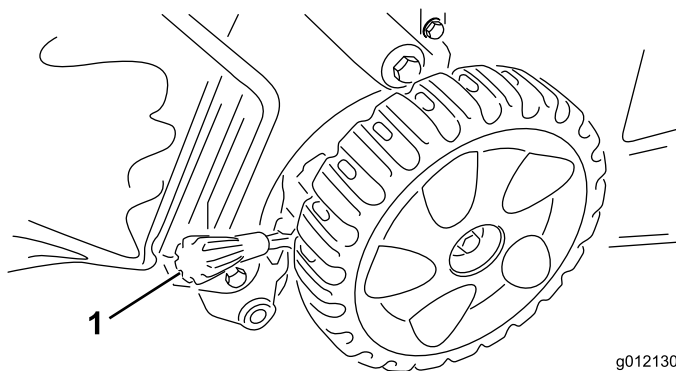

Figura 10
**Nota:** Para elevar la máquina, mueva ambas palancas de altura de corte hacia adelante; para bajar la máquina, muévalas hacia atrás (Figura 10).